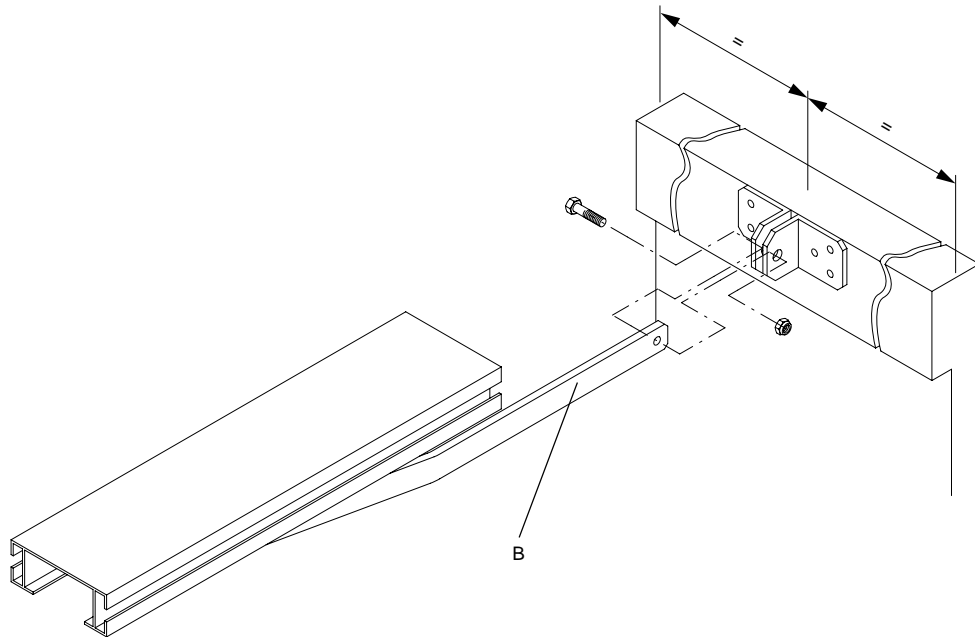

Fig.12
**4.3** Fissare le squadre del braccio guida sulla mezzeria della porta tenendosi a filo dello spigolo superiore (fig. 12).
**4.4** Collegare il braccio di traino B alle squadre tramite la vite ed il dado auto bloccante M6 (in dotazione) evitando di bloccare il braccio stesso (fig. 12).
**4.3** Secure the guide arm squares to the door center line, at the top corner. Fig. 12.
**4.4** Connect the drive arm B to the squares through the screw and the self-blocking nut M6 (included in the supply) without clamping the arm itself (fig. 12).
**4.3** *Die Winkelmaße des Führungsarmes an der Mittellinie des Tores befestigen und sich dabei dicht an der oberen Kante halten (Bild 12).*
**4.4** *Den Zugarm B mit den Winkelmaßen mittels der mitgelieferten Schraube und der selbstsperrenden Mutter M6 verbinden und dabei vermeiden, den Arm zu sperren (Bild 12).*
**4.3** *Fixer les équerres du bras de guidage sur le milieu de la porte en vous tenant au ras de l'arête supérieure (fig. 12).*
**4.4** *Fixer le bras de traction B à l'équerre au moyen de la vis et de l'écrou auto bloquant M6 (en dotation) en évitant de bloquer le bras même (fig. 12).*
**4.3** Fijar las escuadras del brazo guía sobre el centro de la puerta ajustándose a la arista superior del tubo (fig.12).
**4.4** Acoplar el brazo de tracción B a la escuadra mediante el tornillo y la tuerca autoblocante M6 (suministrada) evitando bloquear al propio brazo (fig.12).